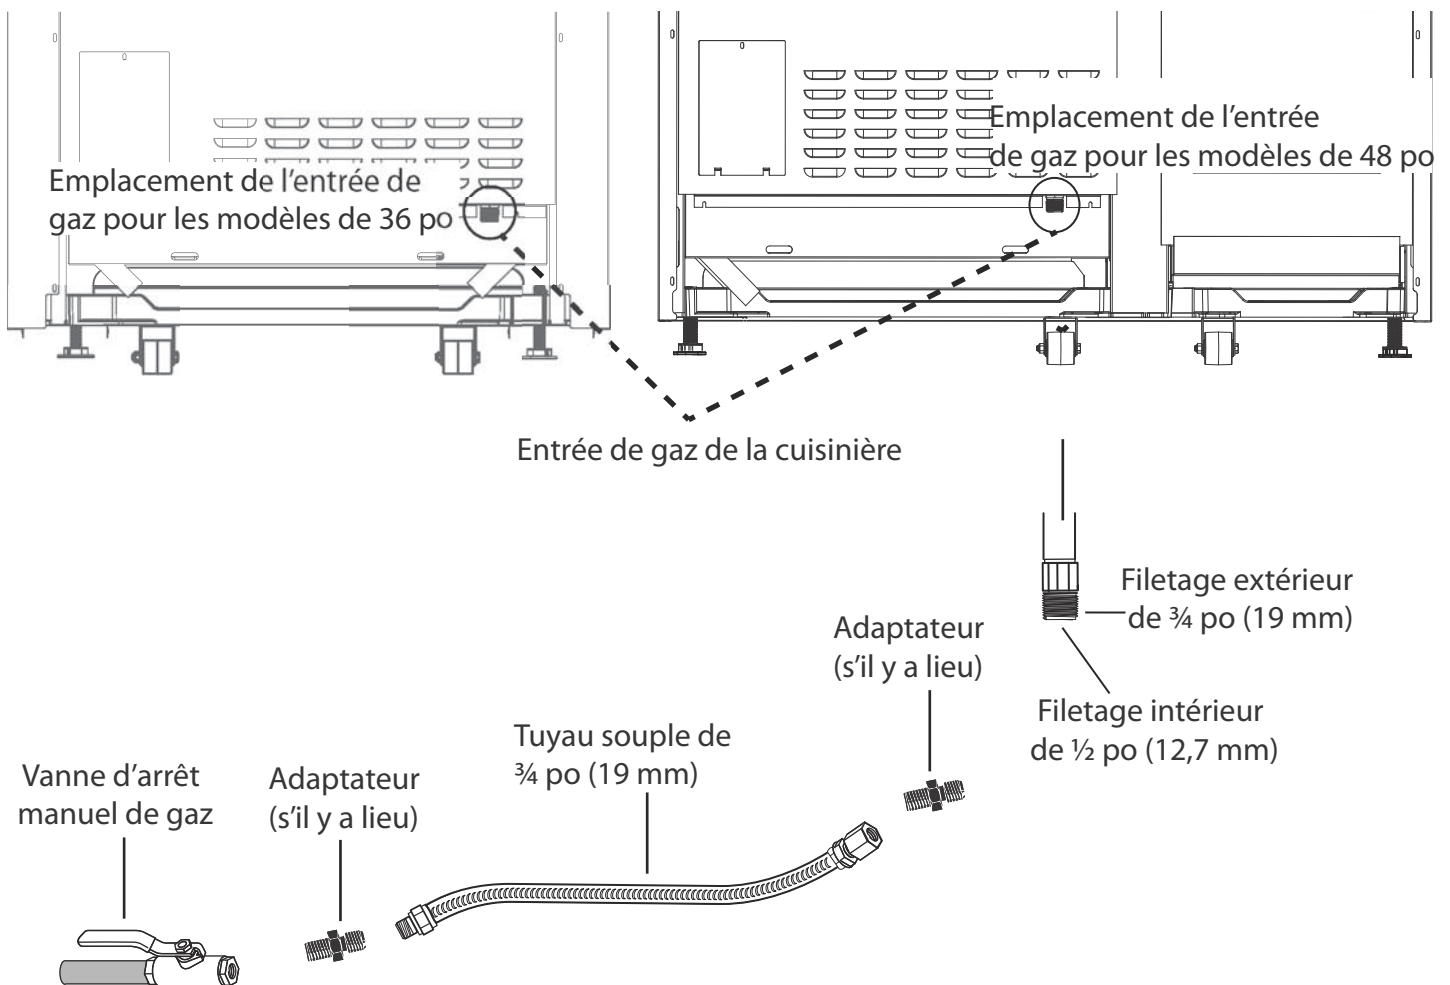

Figure 13 : Raccordement à l'approvisionnement de gaz
2. Utilisez un tuyau à gaz souple de ¾ po (19 mm) entre l'approvisionnement en gaz et le tuyau d'arrivée de l'appareil. Le filetage externe du tuyau d'arrivée de gaz de l'appareil est de type NPT ¾ po (19 mm) et le filetage interne est de type NPT ½ po (13 mm) (voir *Figure 13*).